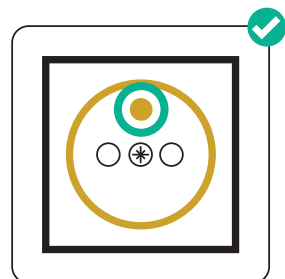

fig. 1
- Alle stopcontacten zijn voorzien van een aangesloten penaarnding *zie fig. 1* (randaarnding is verboden in België *zie fig. 2*) en zijn van het kindveilige type, zodat metalen voorwerpen – zoals een ijzerdraadje – niet in het stopcontact gestoken kunnen worden.